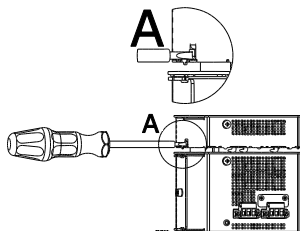

Abb. 2
- Setzen Sie einen Schraubendreher auf die Verriegelungsmechanik (s. Abb. 2) und drücken Sie fest darauf